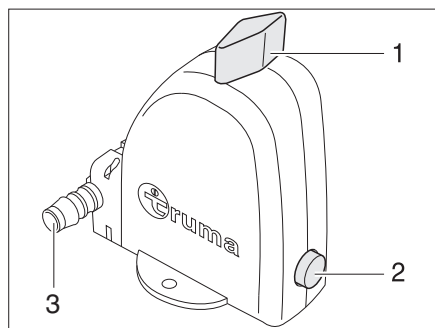

Fig. 199 Válvula de seguridad/purga de la caldera - Posición de funcionamiento
La caldera está equipada con una válvula de seguridad/purga (Fig. 199). La válvula de seguridad/purga evita que el agua de la caldera se congele cuando no esté conectada la calefacción en caso de helada.
- ▷ El tubo de vaciado (Fig. 199,3) de la válvula de seguridad/purga debe estar siempre exento de ensuciamientos (p.ej. follaje, hielo).
- Compruebe si el interruptor giratorio (Fig. 199,1) está en la posición de "Funcionamiento" y engatillado.
- Accione el pulsador (Fig. 199,2), la válvula de purga se cierra.